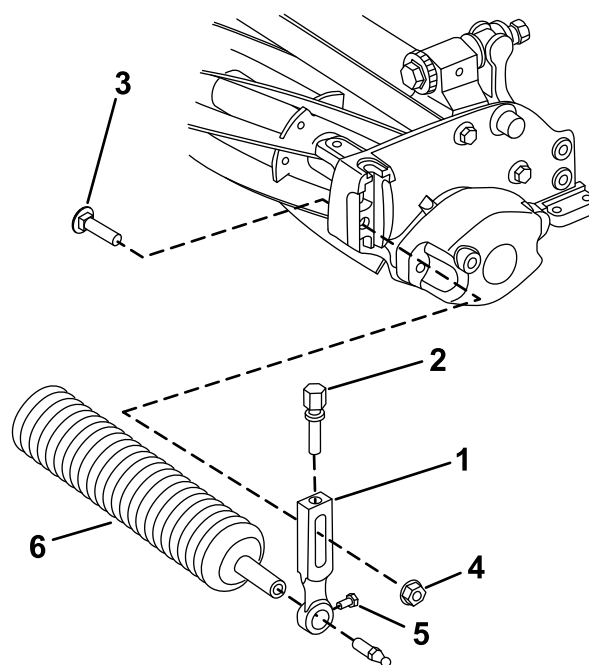

Figura 2
1. En la unidad de corte, afloje los tornillos de montaje del rodillo que sujetan cada extremo del rodillo delantero a los brazos de altura de corte (Figura 2).
2. Retire los pernos avellanados y las contratuercas con arandela prensada que sujetan los brazos de altura de corte a cada extremo de la unidad de corte (Figura 2). Retire los brazos de altura de corte y el conjunto del rodillo.
3. Retire los tornillos de ajuste de la altura de corte y los tornillos de montaje del rodillo de los brazos de altura de corte (Figura 2).